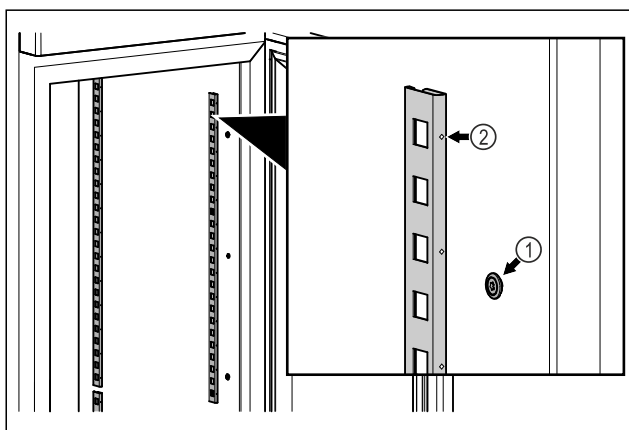

Fig. 56 Ilustratīvs attēlojums
- ▶ Iekabiniet aizturu līstes viru mehānismā Fig. 56 (1). Atzīmei Fig. 56 (2) jābūt vērstai virzienā uz priekšu.